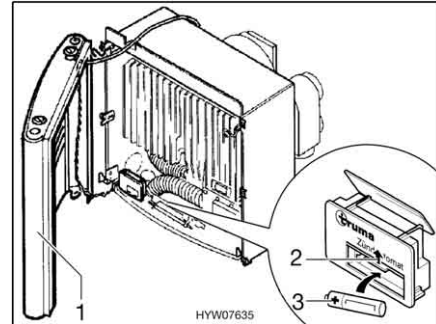

Fig. 137 Riscaldamento acceso
- Posare da un lato la copertura (Fig. 137,1) di modo da non dover estrarre il cavo di allacciamento per la ventola dell'aria calda e per la lampadina di controllo accensione.
- Spingere la copertura del vano batteria sul dispositivo di accensione (Fig. 137,2) verso l'alto.
- Inserire una nuova batteria (Fig. 137,3) dello stesso tipo nel vano batteria del dispositivo di accensione rispettando la polarità (+/-). Utilizzare soltanto batterie Mignon resistenti alle alte temperature (+70 °C) e sicure da perdite.